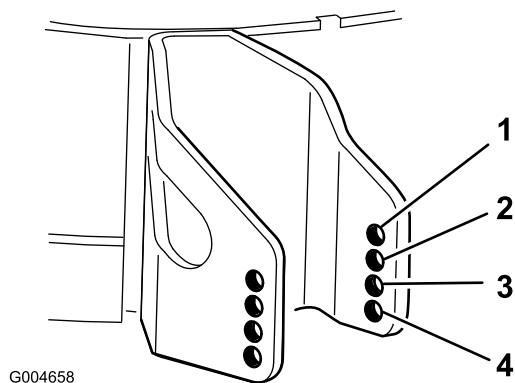

Figura 25
4. Seleccione el taladro que hará que el rodillo protector del césped esté lo más próximo posible a la altura de corte deseada (Figura 25).